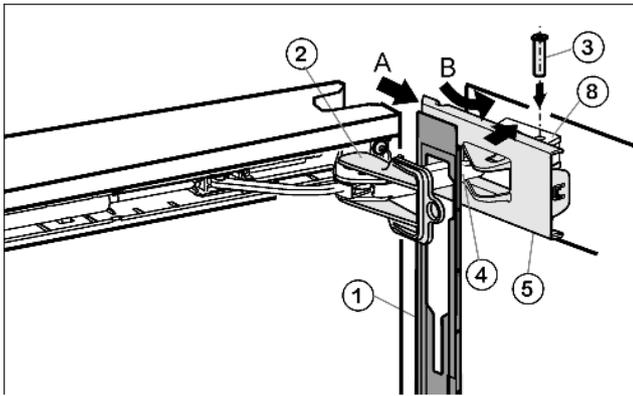

Fig. 17
- ▶ Blende Fig. 17 (1) auf den Dämpferbügel Fig. 17 (4) einhängen, so dass die Rasthaken nach innen zeigen und die Vorderseite zum Gerät.
- ▶ Abdeckung Fig. 17 (5) von außen her aufschieben (A) und über das Lagerteil Fig. 17 (8) schwenken (B).
- ▶ Abdeckung Fig. 17 (5) aufsetzen und bis zur ersten Rastung einrasten lassen.
- ▶ Dämpferbügel Fig. 17 (4) zum Lagerteil hinziehen und Bolzen Fig. 17 (3) von oben einstecken, so dass der Vierkant in der Vertiefung sitzt.
- ▶ Abdeckung Fig. 17 (5) jetzt komplett auf das Lagerteil Fig. 17 (8) aufrasten.
- ▶ Sicherung Fig. 17 (2) durch Verdrehen abnehmen.
- ▶ Blende Fig. 17 (1) an der Tür einschieben und aufrasten.